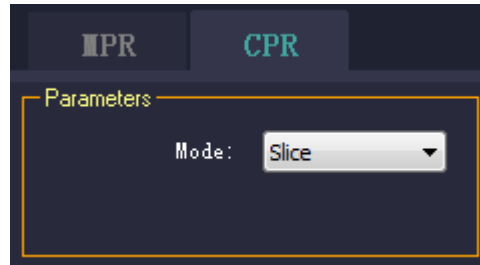

Рисунок7-5 Вход в CPR-режим
1. Выбрать команду [MPR→CPR] в интерфейсе [3D] для входа в режим CPR, как показано на Рисунок7-5.